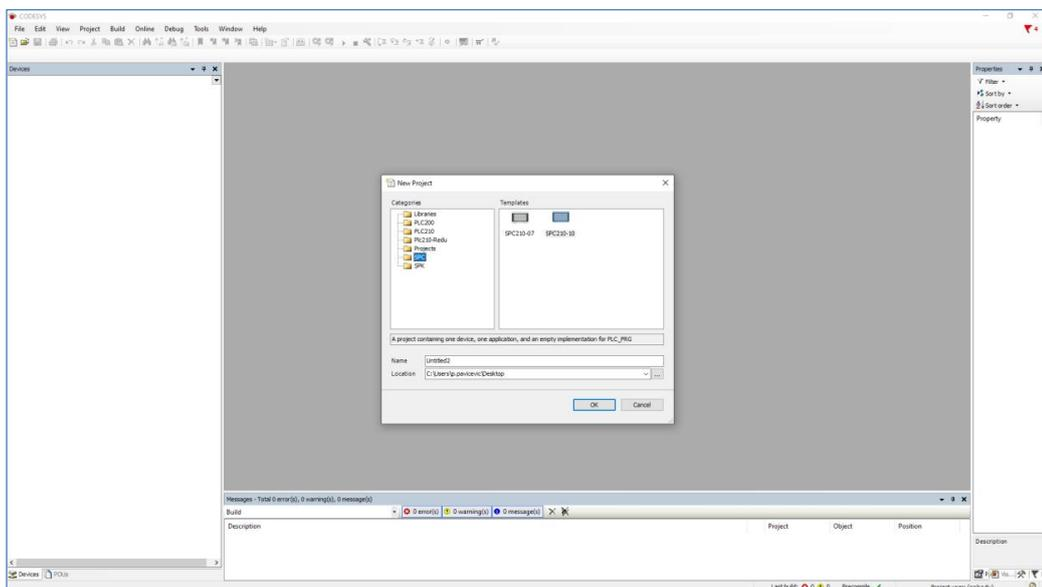

Abb. 15.15
1.1. Starten Sie CODESYS und erstellen Sie ein Projekt für die ausgewählte SPS (Abb. 15.15).